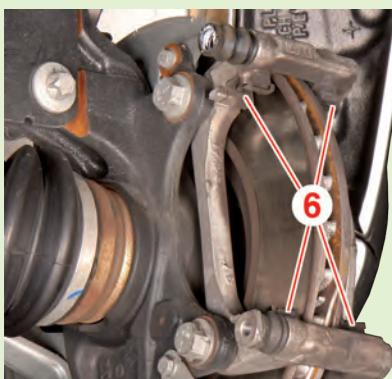

Fig.7
- Déposer les agrafes (6) en repérant leur sens de montage (Fig.7).